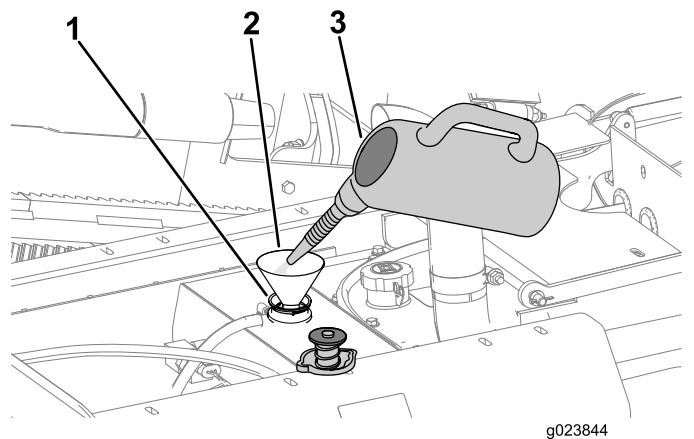

Рисунок 112
- B. Залейте чистящий раствор для системы охлаждения в радиатор через заливную горловину (Рисунок 112).